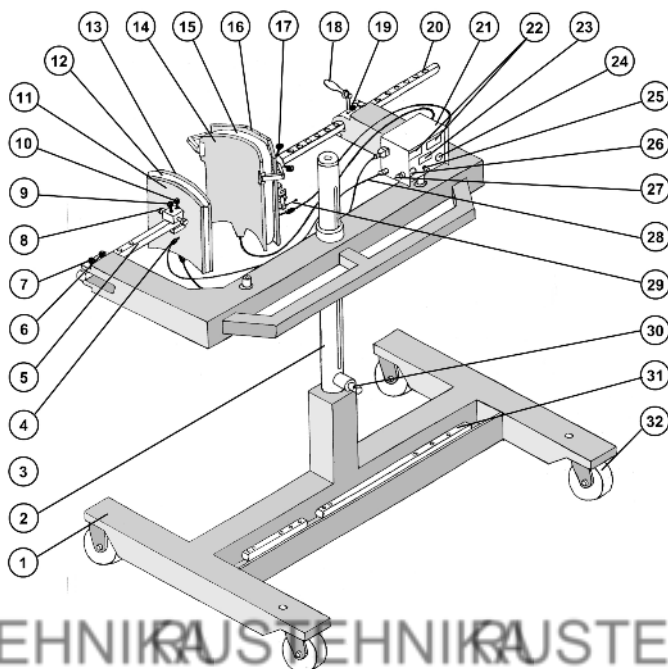

рис. 1
5.2 Собрать вулканизатор согласно рис.1.